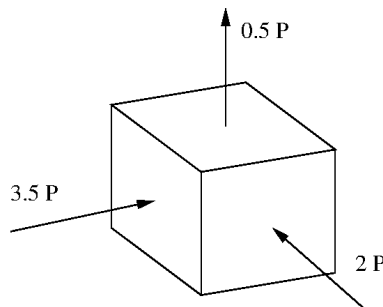

Figura 1
3. Considerando-se o estado de tensões num ponto de uma estrutura mostrado na Figura 1, pede-se calcular o máximo valor da carga P de modo que não haja falha segundo os critérios: